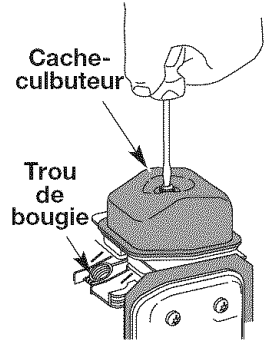

Fig. 32
5. Limpie la suciedad de alrededor de la cubierta del brazo oscilante. Saque el tornillo que sostiene la cubierta del brazo oscilante con un destornillador grande de vástago plano o con una broca Torx T-25 (Fig. 32). Saque la